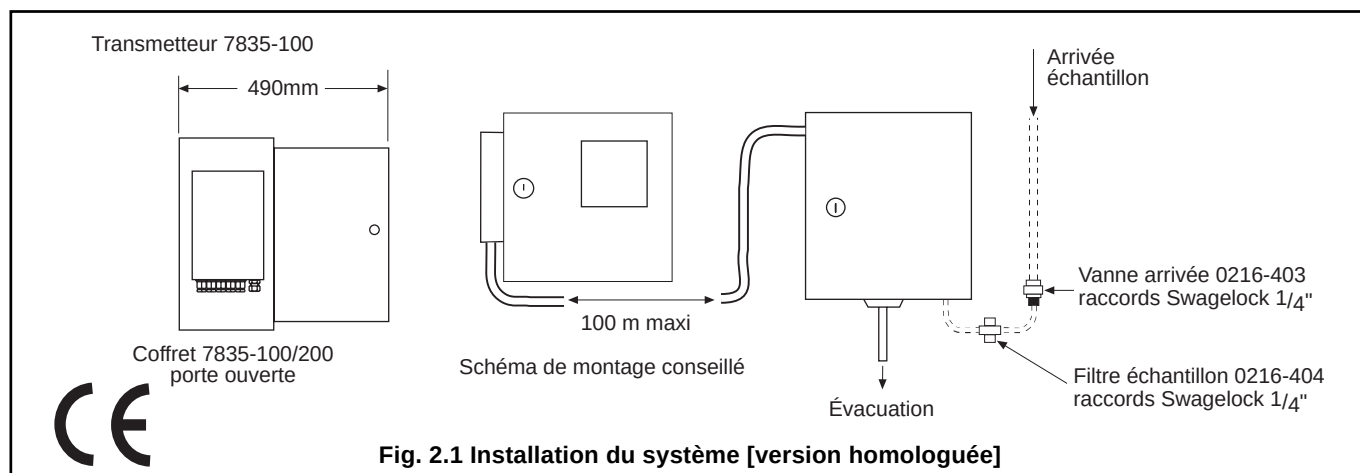

Fig. 2.1 Installation du système [version homologuée]
2.1 Localisation et montage des coffrets – Fig. 2.1
Ces coffrets sont percés de quatre trous pour un montage mural à l'aide de vis de 8 mm de diamètre, dont la disposition est illustrée à la Fig. 2.1. Il convient de prévoir un espace libre suffisant devant les coffrets pour permettre leur accès.
Le coffret Analyse des liquides est constitué d'un boîtier métallique, la tuyauterie dans laquelle circule l'échantillon étant fixée à un panneau maintenu à la plaque de fond par quatre vis imperdables M6. Le coffret se fixe au mur au moyen de quatre vis de 8 mm de diamètre (entre-axes des trous : 330 x 230 mm), ainsi que représenté Fig. 2.1 Pour accéder aux orifices de fixation, dégager la plaque de fond au niveau des vis imperdables et tirer vers soi.
Le presse-étoupes par lequel le câble d'interconnexion pénètre dans le coffret Analyse des liquides se trouve dans l'angle supérieur droit du boîtier, mais peut être déplacé dans l'angle opposé sans inconvénient (voir la Fig. 2.1).